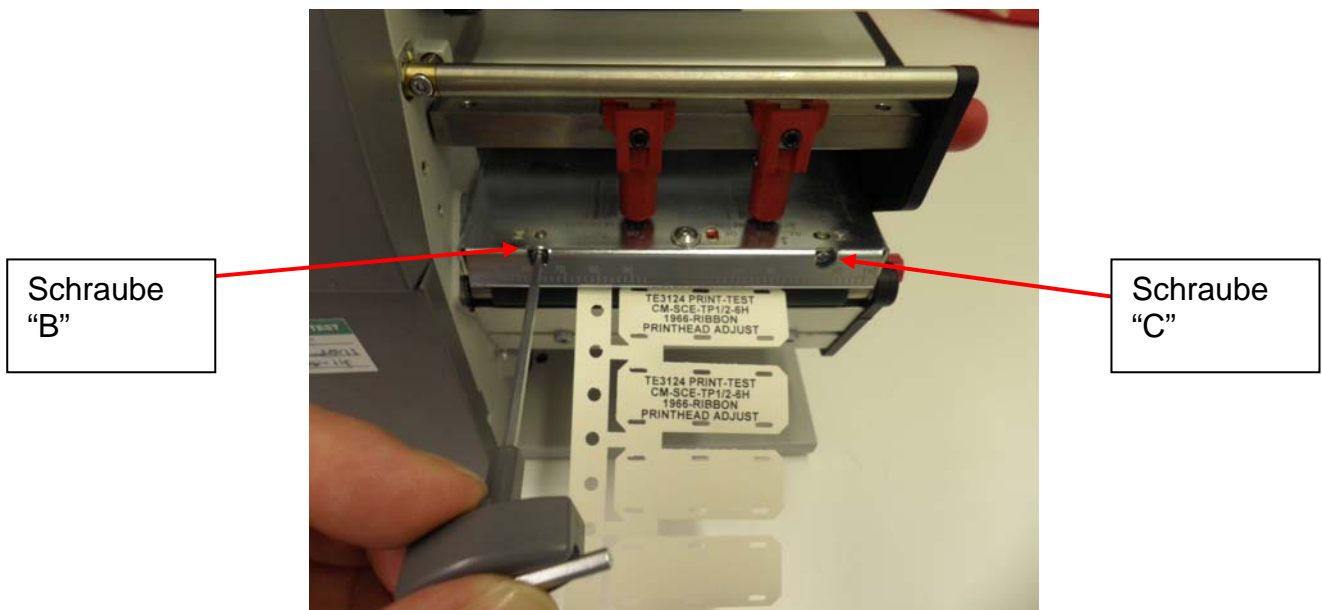

Abbildung 7 - Ausrichten des Druckkopfs mit den Schrauben B und C
- 3.5.** Wenn die Schraube "A" gelöst ist: prüfen, dass die Anfahrposition des Druckkopfs mit der Werkseinstellung der Prüfmarkierungen für die Ausrichtung übereinstimmt. Befindet sich der Druckkopf nicht in der werkseingestellten Position, dann wurden vermutlich vorher Justierungen vorgenommen, die nun die Druckqualität beeinträchtigen. In diesem Fall sind die Schrauben B und C für die Ausrichtung des Druckkopfs (siehe Abbildung 7) auf die Werkseinstellung zurückzustellen. Schraube A wieder festziehen und erneut einen Probedruck durchführen (Schritte 3 und 3.1).
- 3.6.** Befindet sich der Druckkopf bereits in der Werkseinstellung, ist möglicherweise eine Justierung vorzunehmen. Die Schrauben B und C eine volle Umdrehung im Uhrzeigersinn drehen (siehe Abbildung 7). Schraube A wieder festziehen und erneut einen Probedruck durchführen (Abschnitt 3 - 3.1).
- 3.7.** Zeigt der Probedruck eine Verschlechterung der Druckqualität, Schraube A lösen und die Schrauben B und C zwei volle Umdrehungen entgegen dem Uhrzeigersinn drehen (siehe Abbildung 7). Schraube A wieder festziehen und erneut einen Probedruck durchführen (Abschnitt 3 – 3.1).
- 3.7.1. Zeigt der Probedruck eine Verbesserung der Druckqualität, Schraube A lösen und die Schrauben B und C eine volle Umdrehung entgegen dem Uhrzeigersinn drehen (siehe Abbildung 7). Schraube A wieder festziehen und erneut Probedruck durchführen (Abschnitt 3 – 3.1).